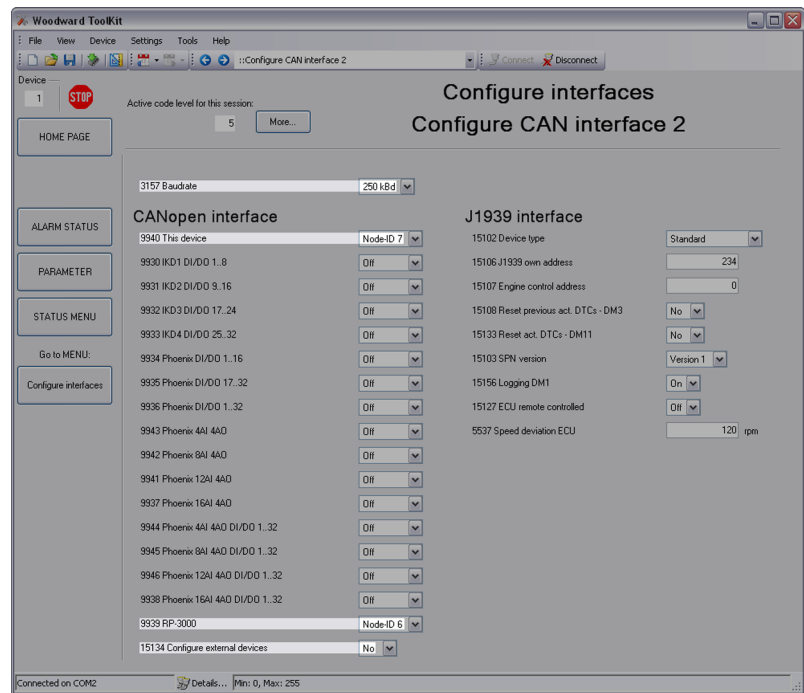

Abb. 45: ToolKit-Konfiguration - CAN-Schnittstelle 2 (Beispiel)
1. ➤ Wählen Sie „Parameter → Schnittstellen konfigurieren → CAN-Schnittstelle 2 konfigurieren“ aus (Details siehe Abb. 45).